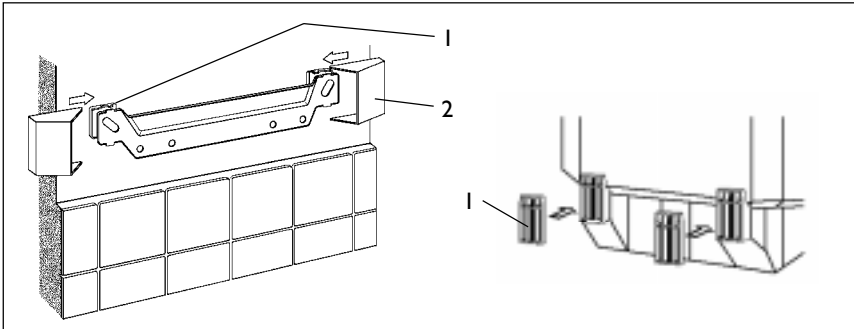

Рис. 7
- Неровности стены выровнять прилегающими деталями крепежа (толщина 5 мм, рис.7, поз.1).